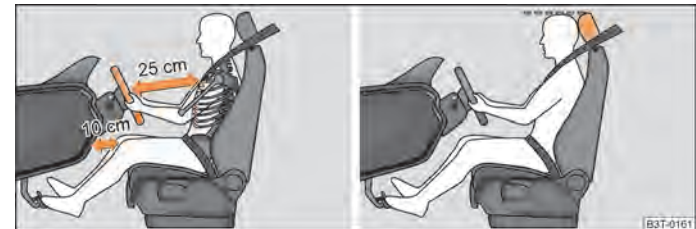

Abb. 138 Der richtige Abstand des Fahrers vom Lenkrad und der Schalttafel / Die richtige Kopfstützeinstellung des Fahrers
- Stellen Sie das Lenkrad so ein, dass der Abstand zwischen Lenkrad und Brustbein mindestens 25 cm beträgt und der Abstand der Beine von der Schalttafel in Höhe des Knie-Airbags mindestens 10 cm beträgt → **Abb. 138** - links.
- Stellen Sie die Kopfstütze so ein, dass die Oberkante der Kopfstütze sich möglichst auf einer Höhe mit dem oberen Teil Ihres Kopfes befindet → **Abb. 138** - rechts.
- Für den Fahrer ist es notwendig einen Abstand vom Lenkrad von mindestens 25 cm und der Beine von der Schalttafel in Höhe des Knie-Airbags von mindestens 10 cm einzuhalten → **Abb. 138** - links. Wenn Sie den Mindestabstand nicht einhalten, kann Sie das Airbag-System nicht schützen - Lebensgefahr!
- Stellen Sie die Kopfstützen so ein, dass die Oberkante der Kopfstützen sich möglichst auf einer Höhe mit dem oberen Teil Ihres Kopfes befinden ⇒ Abb. 138.